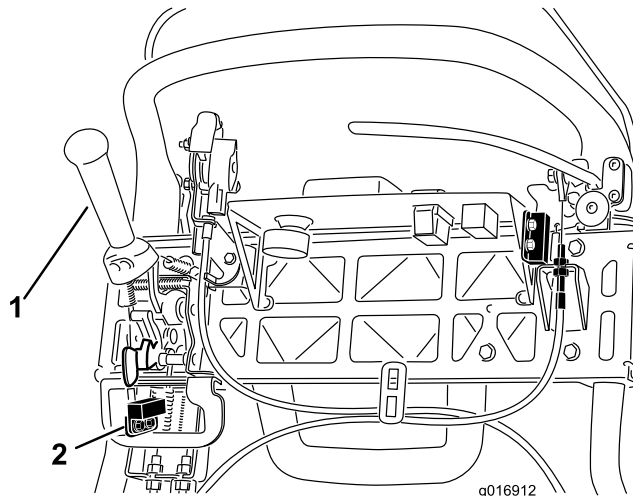

Bild 38
4. Lösen Sie die Befestigungsschrauben des Sicherheitsschalters (Bild 38).
5. Legen Sie eine 1,6 mm dicke Beilagscheibe zwischen den Fahrtriebshebel und den Sicherheitsschalter (Bild 38).